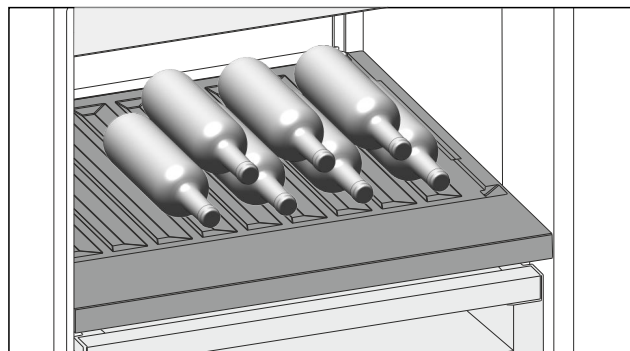

Fig. 185 Ilustrativni primjer
- Stavite boce s dnom prema stražnjoj stijenci hladnjaka. (pogledajte Fig. 185)